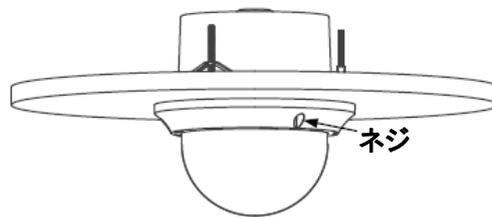

図 2-17 下部ドームの取り付け
7. 図 2-17 に示すように、下部ドームを 3 本のネジでバックボックスに固定します。